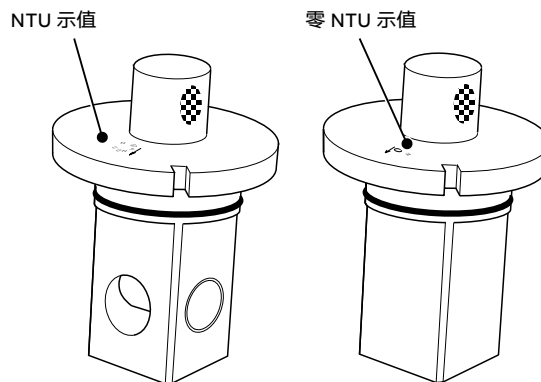
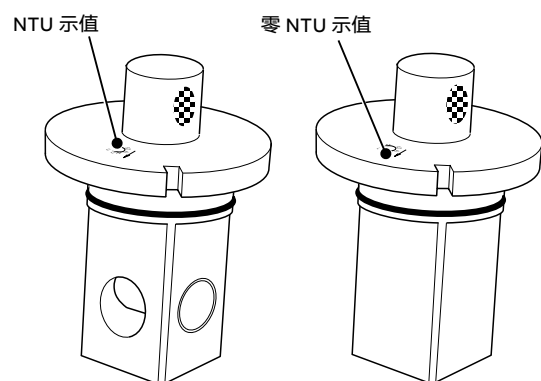
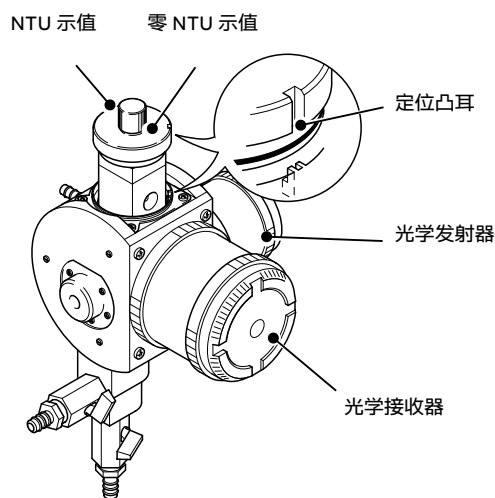

图 9 低量程传感器的干式校准标准
图 10 高量程传感器的干式校准标准
图 11 插入干式标准品
- 9 插入干式校准标准品，使零 NTU 示值（请参阅图 9或图 10）朝向光学接收器，以确保定位凸耳正确接合。请参阅图 11。
- 11 拆下干式标准品，将其转动 180°然后重新安装，确保 NTU 示值（请参阅图 9或图 10）朝向接收器，且定位凸耳正确接合。请参阅图 11。